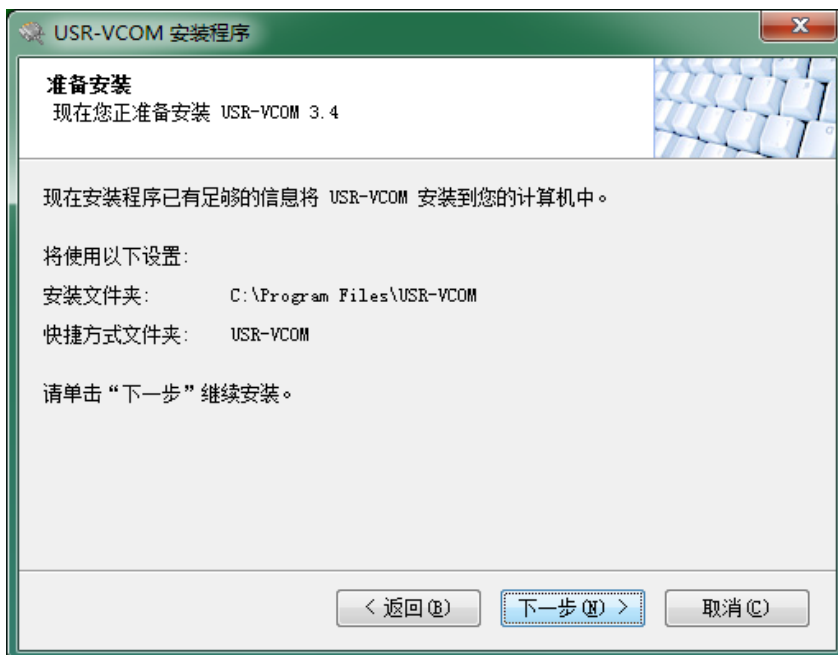

图 6
6.选择默认的参数，点击下一步，进入下一个界面（如图 6 所示）